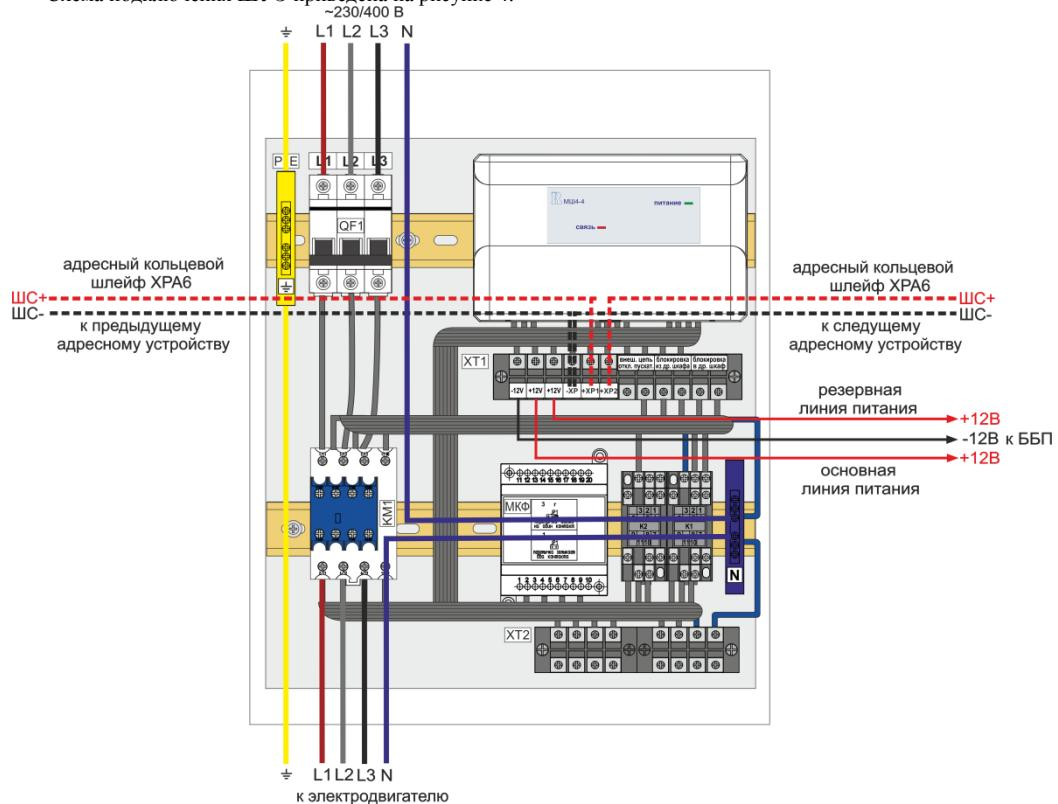

Рис. 4 Схема подключения ШУЭ-5,5-ХРА6... ШУЭ-30-ХРА6
**ШУЭ должен быть подключен к прибору по ША (клеммы «-XP,+XP1,+XP2» (см. рисунок 4));